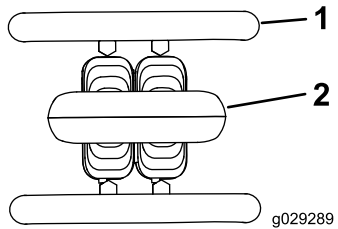

Bild 6
- Lassen Sie zum Anhalten den Fahrmanipulator los (**Bild 6**).